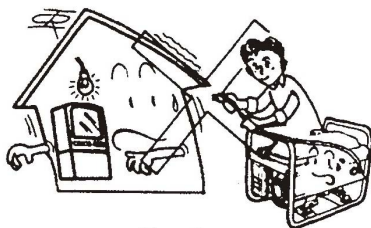

Figura 3
1.3 No conecte la unidad al circuito del edificio (Figura 3)